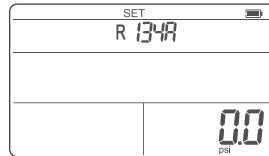

Abb. 8 Einstellung der Druckeinheit
3. Drücken Sie **MODE**, und anschließend die Pfeile **◀** und **▶** um die Druckeinheit auszuwählen (Abbildung 8).